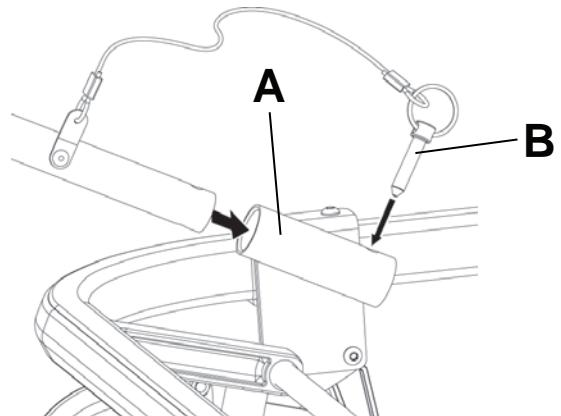

Abbildung 17 – Anbringen der optionalen Schub-/Zuggriffe
1. Die Schub-/Zuggriffe in die Stecknäuse (A) am Kopf- und Fußende der Trage einführen (Abbildung 17).
2. Die Stifte (B) in die Öffnungen einführen, um den Griff an der Trage zu fixieren (Abbildung 17).